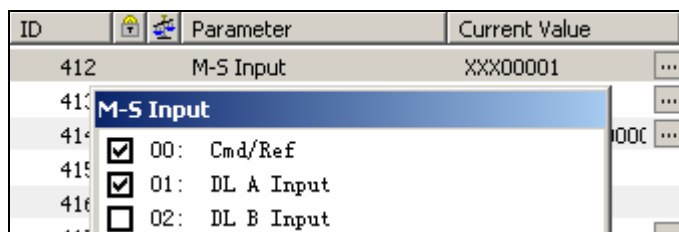

图 4-38 使能 DataLink A 的输入
- 参数 412[M-S Input]与参数 413[M-S Output]设置为 00011，如图 4-38 所示。这些参数设置也可以通过 HIM 来进行。